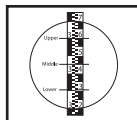

Fig.7
- Compruebe la lectura del estadal en el lugar donde la línea vertical del retículo la cruza. Con estadales métricos es usual calcular con 1 mm de margen. La lectura de altura mostrada en la Fig.7 es 3,456 m.
- Por ejemplo, en la Fig.7 estas lecturas son de 3,601 m y 3,309 m, por consiguiente la distancia entre el instrumento y el estadal es: $(3,601 \text{ m} - 3,309 \text{ m}) \times 100 = 29,2 \text{ m}$.